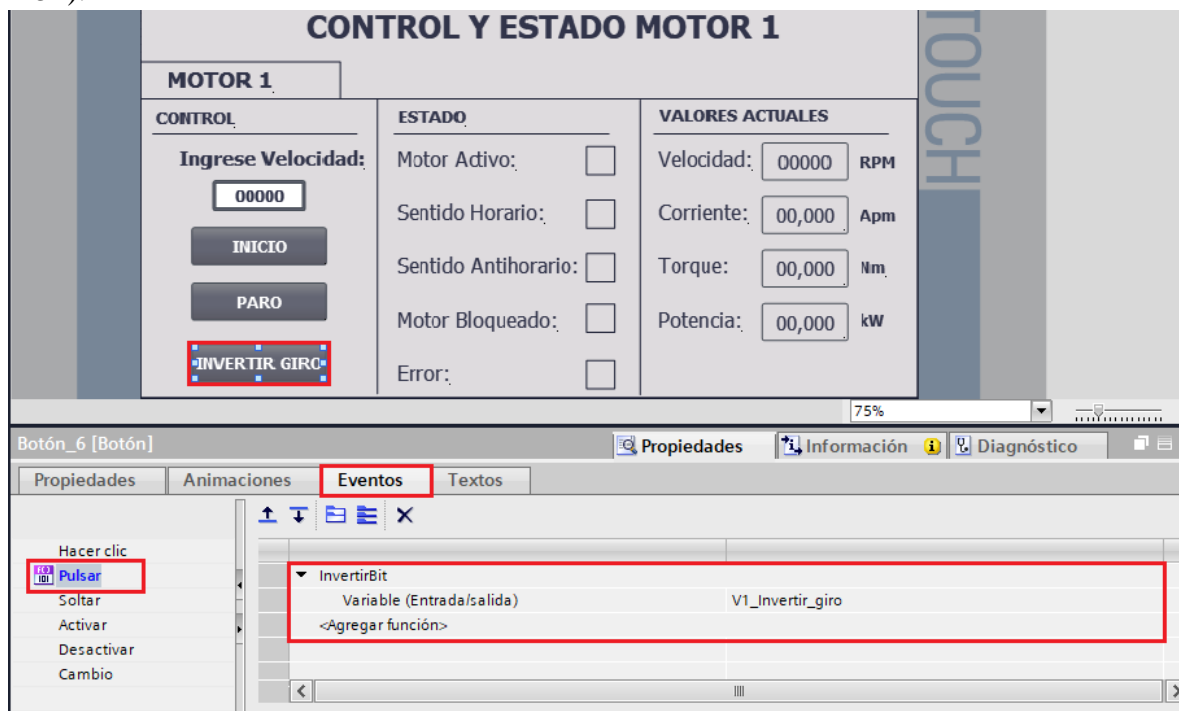

Figura 51. Configuración botón INVERTIR GIRO.
- En “Variable Entrada/Salida” seleccionar la variable del PLC “V1_Invertir_giro” (ver Figura 51).